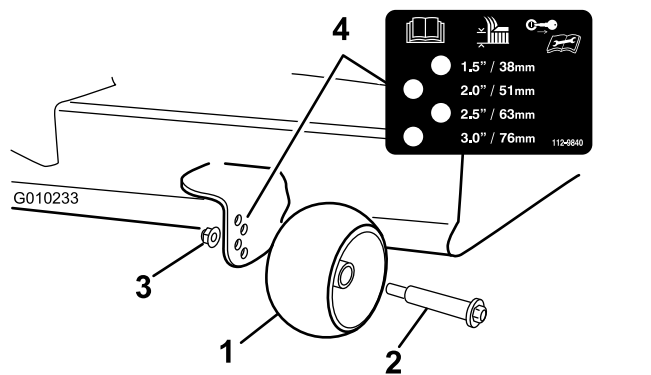

Figura 18
3. Regolate i rulli antistrappo (Figura 18) per adattarli alla posizione di altezza di taglio più vicina.